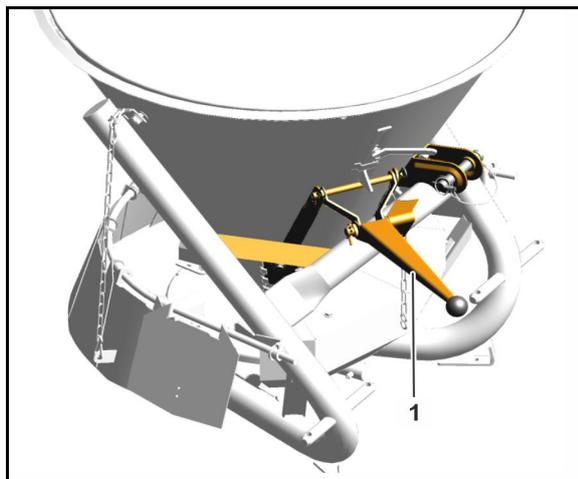

Fig. 10
- Zum **Schließen** der Durchlassöffnung den Handhebel (Fig. 10/1) ganz nach oben schwenken.
- Zum **Öffnen** der Durchlassöffnung den Handhebel (Fig. 10/1) bis zum Anschlag der Streumengeneinstellung nach unten schwenken.